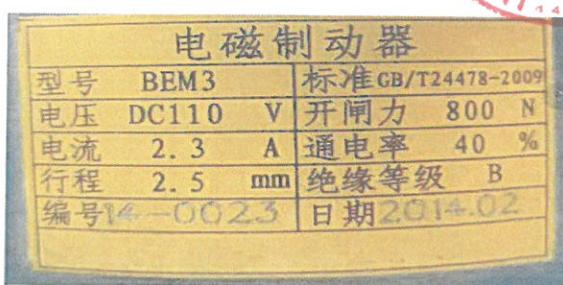

图 4
- 二、异步货梯主机（MWH（2））所配置的制动器（铭牌如图 4），大部分使用有限位装置不需要更换顶杆，少部分需要更换松闸顶杆，具体情况，维保单位可将现场情况拍照反馈给我公司（控制柜铭牌、曳引机铭牌、制动器铭牌），由我公司专业技术人员